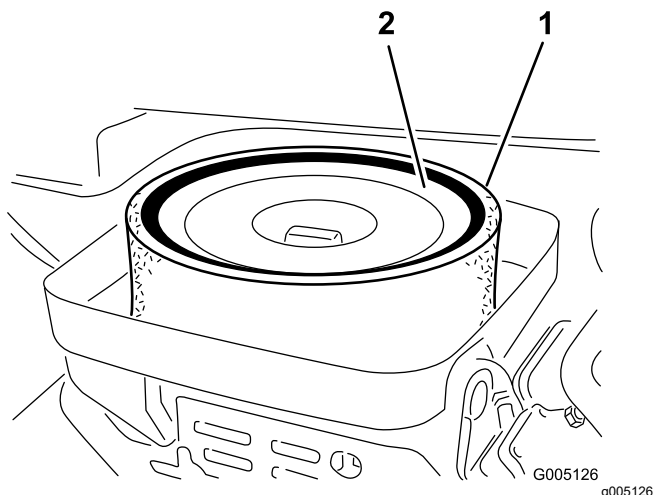

Figura 38
4. Si el elemento de espuma está sucio, sepárelo del elemento de papel (Figura 38). Límpielo a fondo, de la manera siguiente: